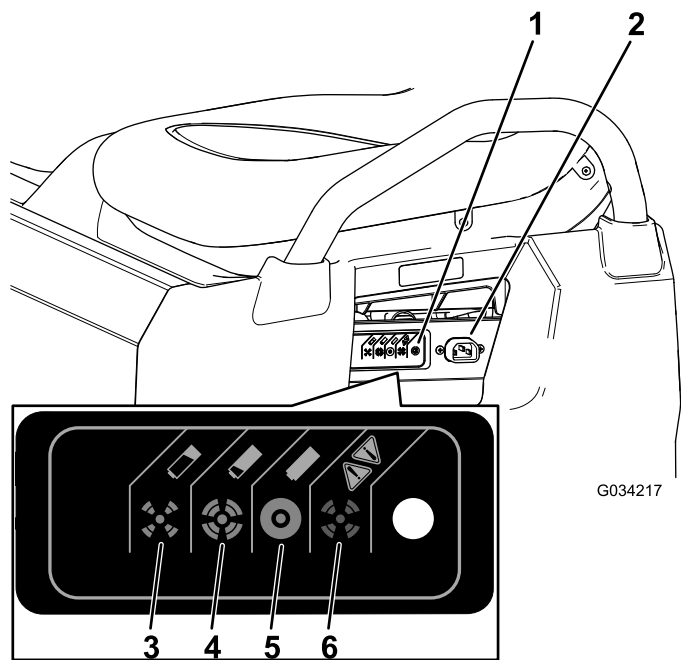

Bild 38
3. Schließen Sie ein **16er (oder dickeres) 2,5 m oder kürzeres Ladekabel** an der Ladesteckdose der Maschine an (Bild 38).
In der folgenden Tabelle und in Bild 38 finden Sie Informationen über die Bedeutung der verschiedenen Farben der Statuslampe am Ladegerät.